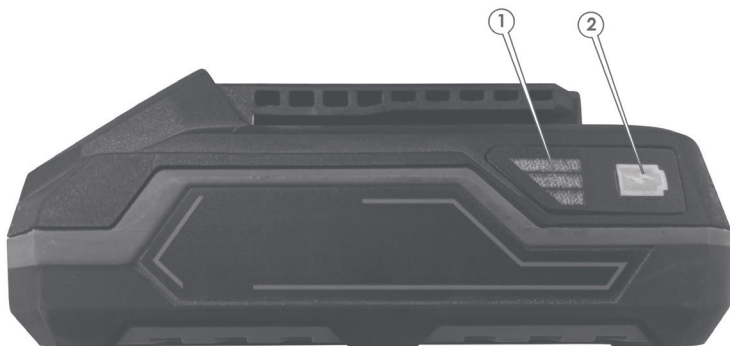

Рисунок 5. Схема перевірки рівня заряду акумуляторної батареї.
- натиснути та утримувати кнопку акумуляторної батареї (2, рис. 5), що розташовується на верхній панелі акумулятора;
- перевірити рівень зарядженості акумулятора: під час утримання кнопки залежно від стану заряду батареї почнуть світитися відповідні індикатори (1, рис. 5).